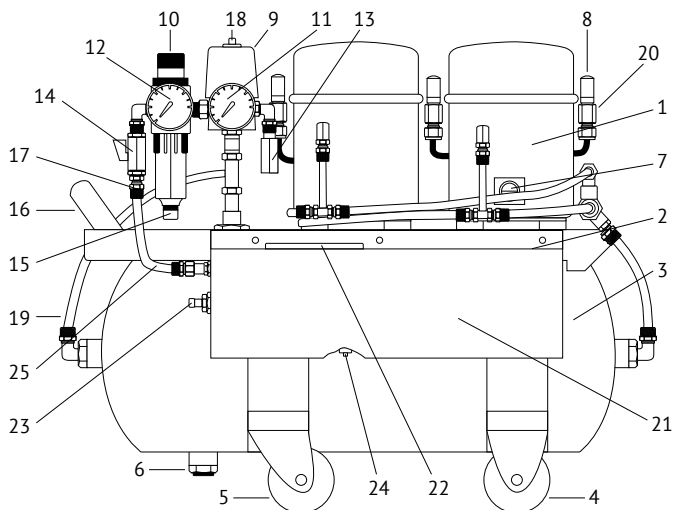

Рис. 1. Компрессор К-25:
4.1 Внешний вид панели показан на Рис. 1.
6.4 Убедившись, что выключатель 18 (Рис.1) выключен, подключите компрессор к сети переменного тока 220 В, 50 Гц, имеющей заземляющий контакт.
7.2.1 Закройте *кран 14 (Рис.1)*.
7.3.1 Закройте *кран 14 (Рис. 1)*.
7.3.2 Соедините *шлангом 25 штуцер компрессора 17* с входом блока усилителя, как показано на *Рис. 1*.
7.4 При кратковременных перерывах в работе достаточно перекрыть *кран 14 (Рис.1)* и стравить воздух из подводящего шланга с помощью присоединенной панели ПСКА или другого оборудования. Для возобновления работы достаточно открыть *кран 14*.
Давление падает при выключенном кране 14 (Рис.1)